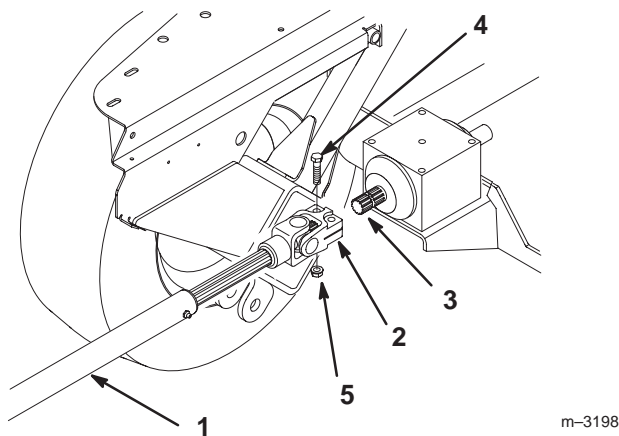

Bild 28
1. Schieben Sie die Antriebswelle auf die Getriebeausgangswelle. Bringen Sie zwei Schrauben (3/8 x 1-5/8 Zoll) und Sicherungsmuttern (3/8 Zoll) am Antriebsgelenk an (Bild 28).